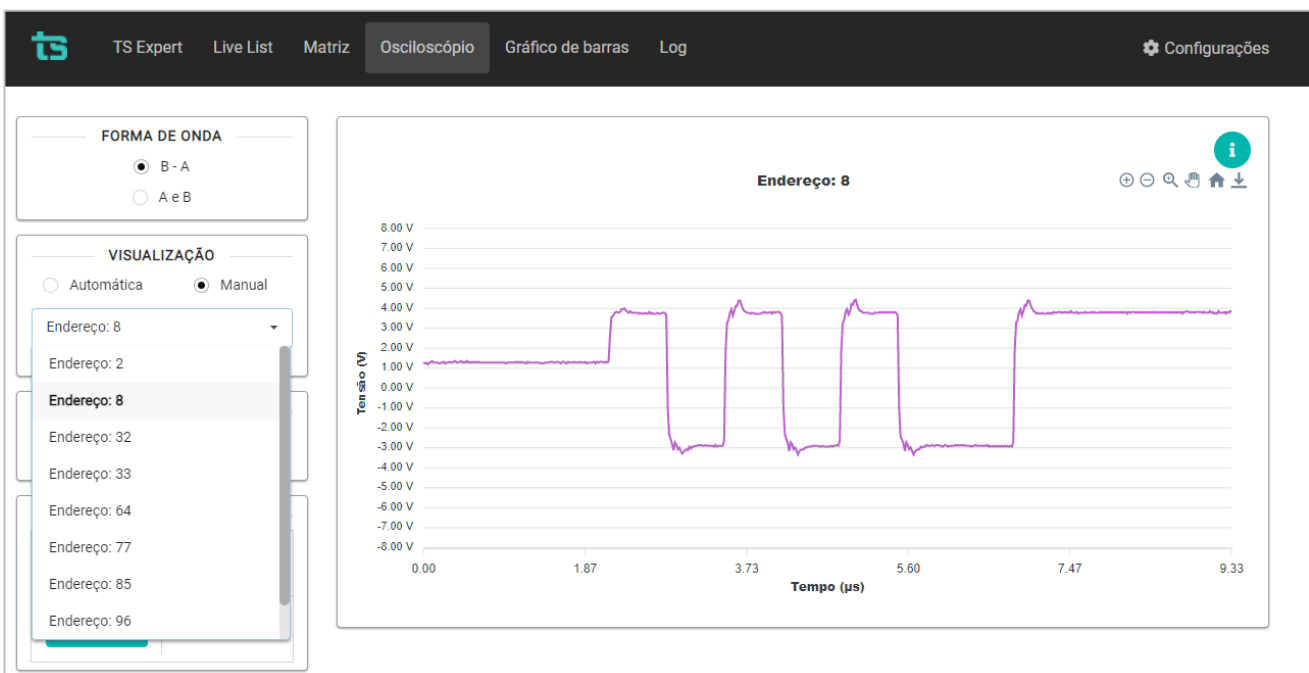

Figura 10: Tela Osciloscópio (Visualização manual)
- **Visualização manual:** Possibilita o usuário definir um endereço fixo e só atualizar este endereço. Nesta opção é possível utilizar os controles para os cursores - amplitude e tempo – e, também é possível apertar o play para ficar atualizando a forma de onda. Um exemplo de como definir um endereço fixo é mostrado na Figura 10;